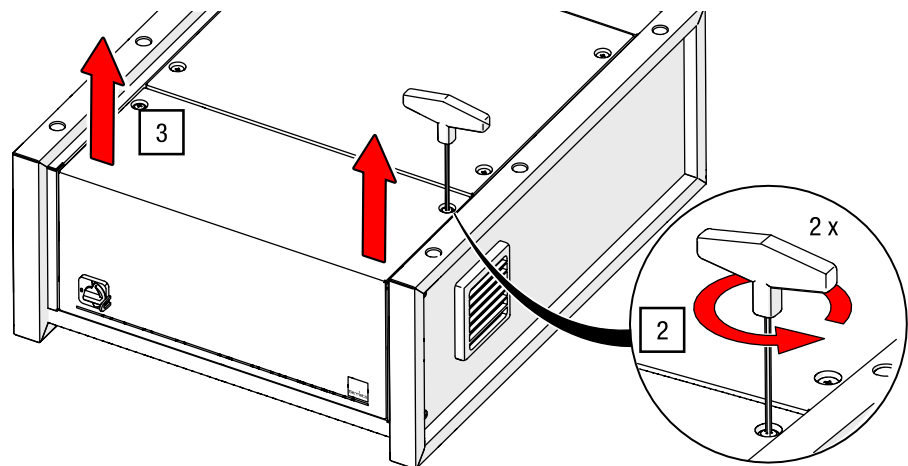

Abb. 89: Bedienfeld lösen und anheben (Steuerungsmodell kann abweichen)
Steuerung G-FRAME	<ul style="list-style-type: none"> Das Bedienfeld ist an der Frontseite der liegenden Steuerung montiert (siehe Abb. 89) Die Steuerung ist vom Netz getrennt
- Lösen Sie das Bedienfeld mit dem ISK SW 3 an beiden Seiten (siehe Abb. 89).
- Heben Sie das Bedienfeld von dem Steuerungskasten an (siehe Abb. 89).